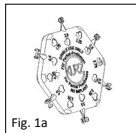

Fig. 1a
■ **Fig. 1a, 1b/2** Il disco (Fig. 1a, 1b) per protesi parziali è dotato di sei sizer singoli, di lunghezza diversa (2,0-4,5 mm), applicati in forma di satelliti. Sul retro di ogni sizer è indicata la lunghezza rispettiva (Fig. 2). Le cavità e i fori servono a ridurre il peso e anche a migliorare la visibilità durante la procedura di misurazione nell'orecchio medio.